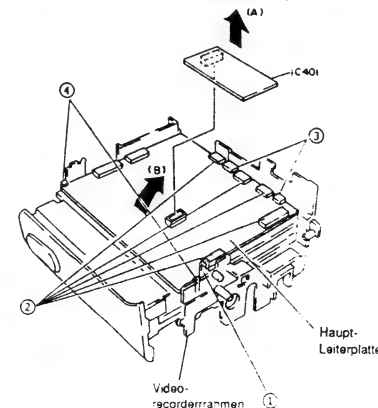
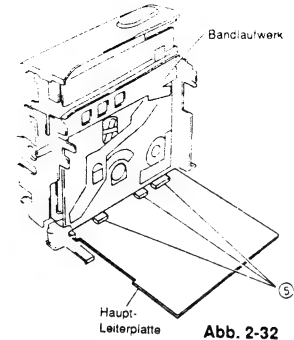

Abb. 2-31
Abb. 2-32
- Eine (1) Lasche freigeben und den Audio-IC (IC401) von der Haupt-Leiterplatte in Richtung des Pfeiles (A) entfernen (siehe Abb. 2-31).
- Fünf (5) Flachkabel (CN112, CN602, CN905, CN907, CN910) von der Haupt-Leiterplatte abtrennen.
- Zwei (2) Stecker (CN113, CN904) von der Haupt-Leiterplatte abtrennen.
- Zwei (2) Laschen freigeben und die Haupt-Leiterplatte in Richtung des Pfeiles (B) aufklappen.
- Drei (3) Flachkabel (CN601, CN604, CN906) von der Haupt-Leiterplatte abtrennen und die Haupt-Leiterplatte von dem Bandlaufwerk abnehmen (siehe Abb. 2-32).